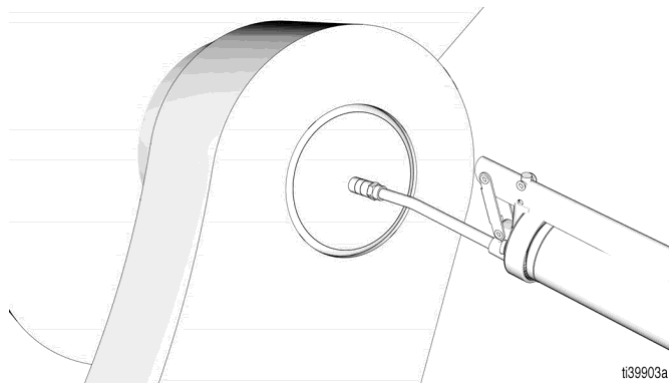

Рис. 1
1. Смажьте все пресс-масленки (Рис. 1).